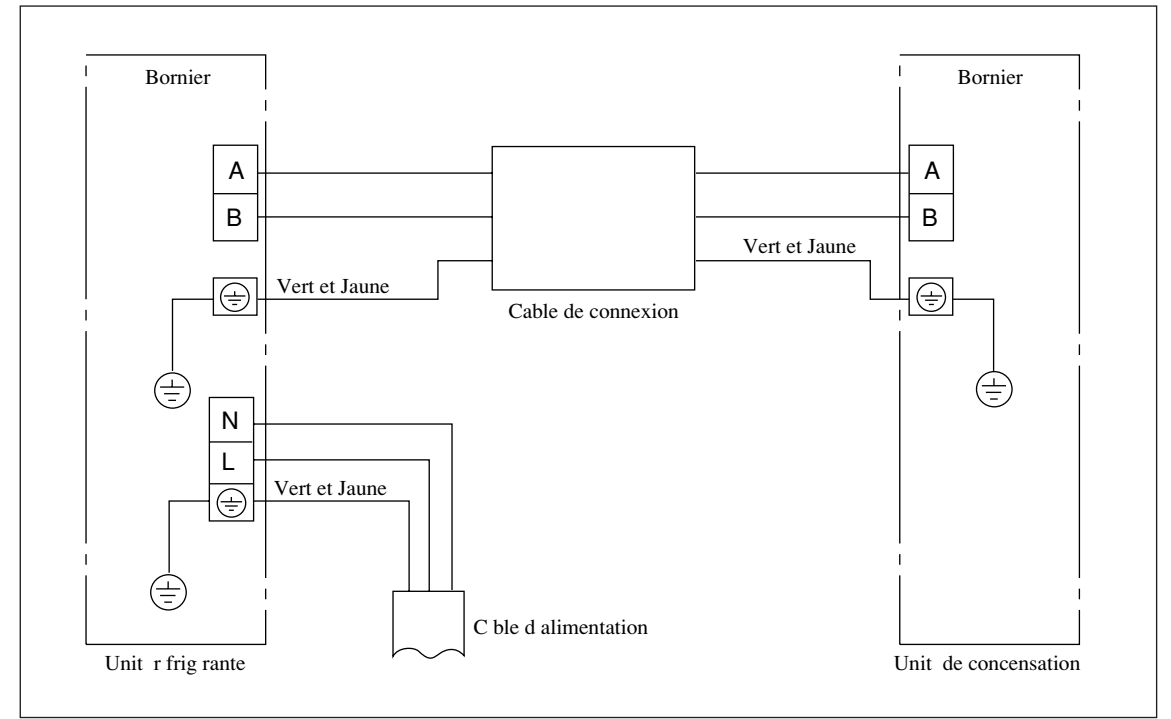

Fig. 3-11
- Raccorder les fils électriques entre l'unité de réfrigération et l'unité de condensation tel que nous le montre la figure 3-11.